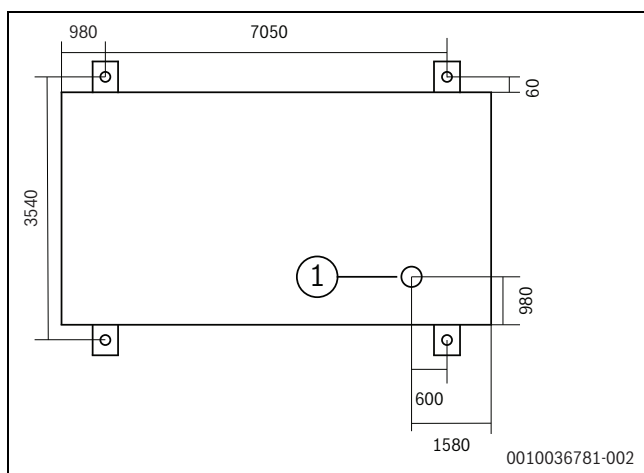

Bild 6 Bodenplatte der Außeneinheit (mm)
1) Markierung (1) in → Abb. 6 beachten